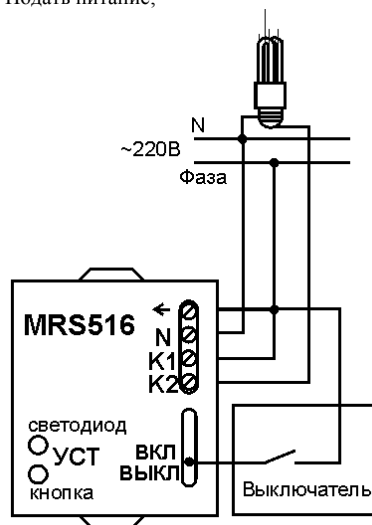

Рис. 2. Схема подключения.
2. Подключить провода согласно рис. 2;